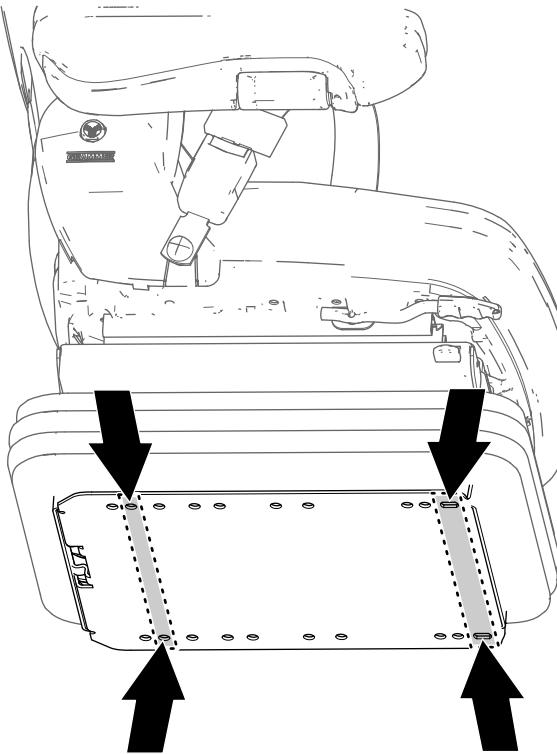

Bild 8
2. Ermitteln Sie an der unteren Platte des neuen Sitzes die Sitzbefestigungslöcher für die Maschine (Bild 8).